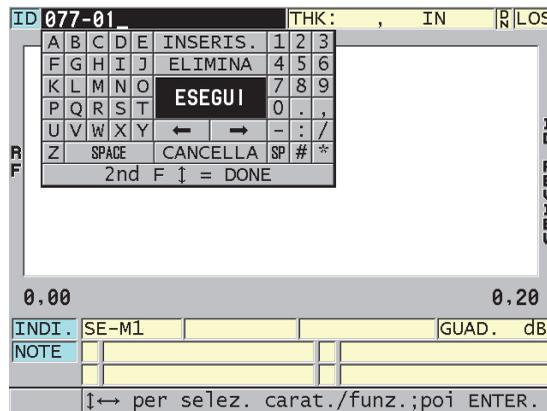

Figura 11-28 Modalità di modifica degli ID
4. Premere nuovamente il tasto **[ID#]** e modificare il valore dell'ID (vedere Figura 11-28 a pagina 225).